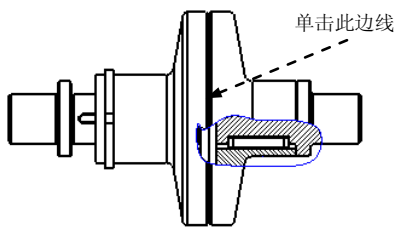

图 11.3.5 绘制剖视图的边界线
Step4. 设置剖视图选项。在“绘图视图”对话框中，在类别区域中选择截面选项；将截面选项设置为2D横截面，然后单击+按钮；在名称下拉列表选取剖截面C，在剖切区域下拉列表选取局部选项；单击图11.3.5所示的边线为参考，绘制图中所示的局部区域的边界，然后单击应用按钮。